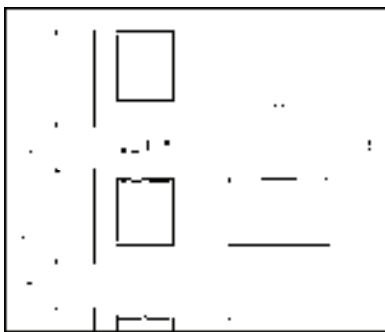

图 14-134 偏移立面装饰线
9) 绘制各楼层立面图。调用“偏移”命令，偏移立面装饰线，结果如图 14-134 所示。